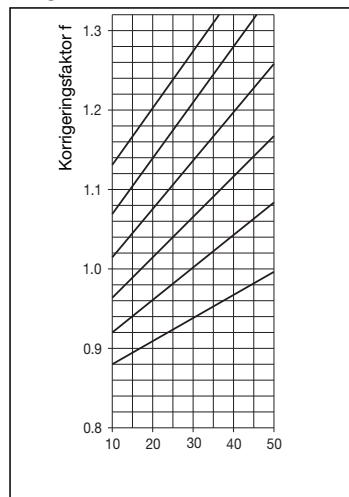

Bild 2:
- 1.3 Förinställ nu ventilkägeln med sexkantnyckeln SW 4 enligt de i diagrammet valda varven genom vänstervridning (bild 2).